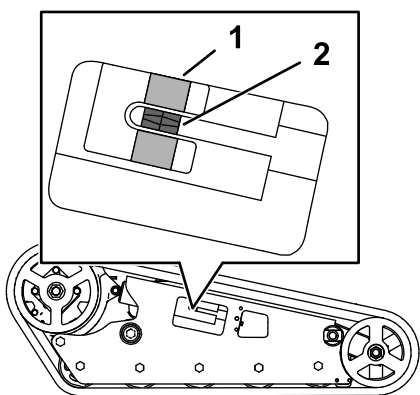

Figure 56
Vérifiez que le bloc de tension est aligné sur le guide vert de l'autocollant ou qu'il se trouve à 1,3 cm de l'arrière de la fente du tube de tension (Figure 56). Si ce n'est pas le cas, réglez la tension des chenilles comme suit :
- À l'aide d'un rochet de 1/2", tournez la vis de tension dans le sens antihoraire jusqu'à ce que le bloc de tension soit aligné sur le guide vert de l'autocollant ou se trouve à 1,3 cm de l'arrière de la fente du tube de tension (Figure 56).
- Vérifiez que le bloc de tension est aligné sur le guide vert de l'autocollant ou qu'il se trouve à 1,3 cm de l'arrière du tube de tension pour les deux chenilles (Figure 56). Réglez au besoin.